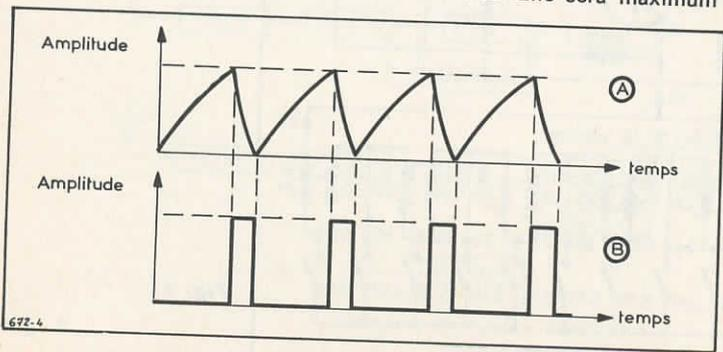

Fig. 4
Analysons le schéma du mélangeur. Un signal en dents de scie comme celui de la figure 4 (A) est appliqué par les points 9-9' et R₃ au potentiomètre R₄ qui règle son amplitude. D'autre part un signal à impulsions comme celui de la figure 4 (B) est transmis par les points 7-7', et la résistance R₁ au potentiomètre R₂ réglant son amplitude.